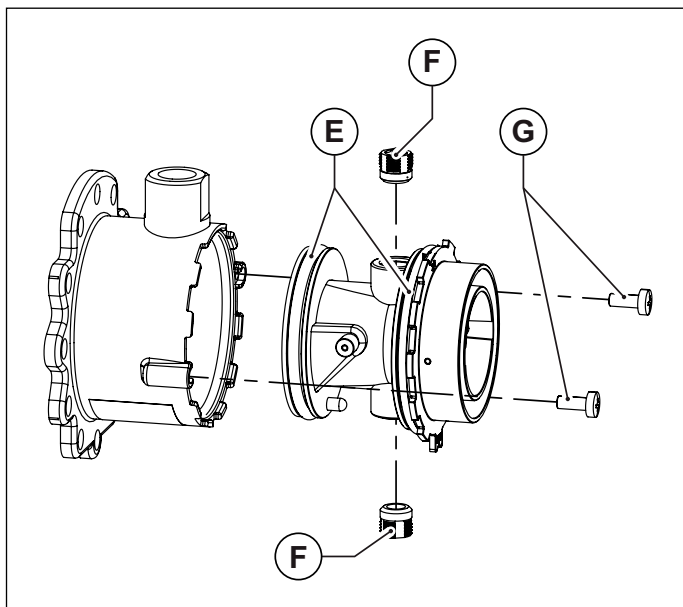
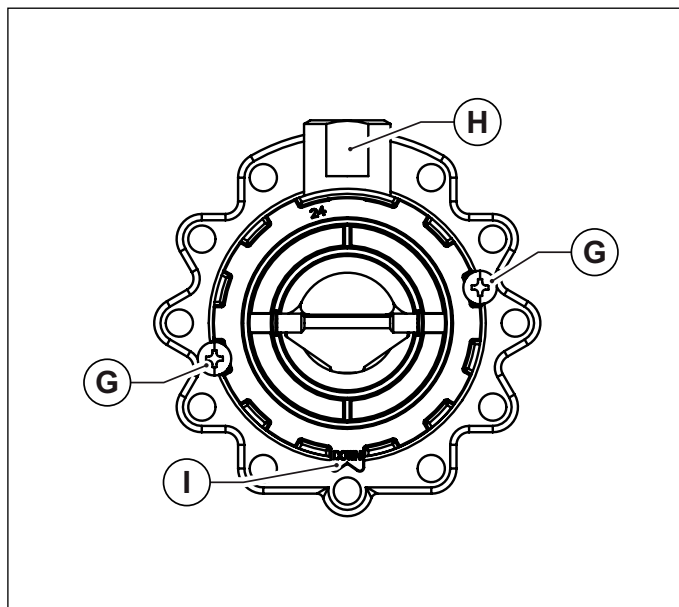

Fig. 37 Corpul din plastic al amestecătorului
Fig. 38 Orientare pentru montaj
- Desfaceți corpul din plastic al amestecătorului, deșurubând cele două șuruburi de fixare (vezi Fig. 37 Corpul din plastic al amestecătorului).
- Desfaceți cele două duze ale amestecătorului utilizând o cheie cu imbus de 6 mm (vezi Fig. 37 Corpul din plastic al amestecătorului).
- Montați din nou corpul din plastic (Venturi) introducându-l în amestecător și înșurubând șuruburile de fixare, având grijă să nu deteriorați garniturile inelare montate la extremitățile corpului din plastic (vezi Fig. 37 Corpul din plastic al amestecătorului) și să respectați orientarea montajului (vezi Fig. 38 Orientare pentru montaj).
- Montați amestecătorul reasamblat la ventilator cu șuruburile cu imbus, având grijă să repoziționați între amestecător și ventilator, garnitura inelară de etanșare (vezi Fig. 37 Corpul din plastic al amestecătorului).
- Montați amestecătorul reasamblat la ventilator cu șuruburile cu imbus, având grijă să repositionați între amestecător și ventilator, garnitura inelară de etanșare (vezi Fig. 37 Corpul din plastic al amestecătorului).